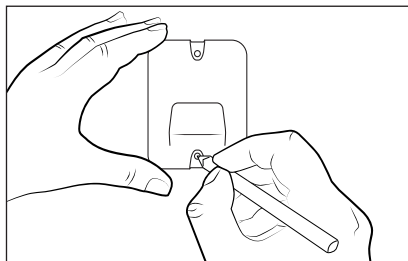

Fig. 3
- Assicurarsi che nella parete non si trovino linee di corrente o di altro tipo, ovvero tubi, prima di praticare i fori per il supporto a parete ⑩. La perforazione di una linea elettrica comporta il pericolo di morte!
- 1) Cercare un punto di montaggio adeguato per il supporto a parete ⑩. Il supporto a parete ⑩ deve essere montato ad una distanza sufficiente dal pavimento per garantire un inserimento e una rimozione agevole dell'apparecchio dal supporto a parete ⑩.
- 2) Utilizzare il supporto a parete ⑩ per tracciare i due fori sulla parete (vedere fig. 3).